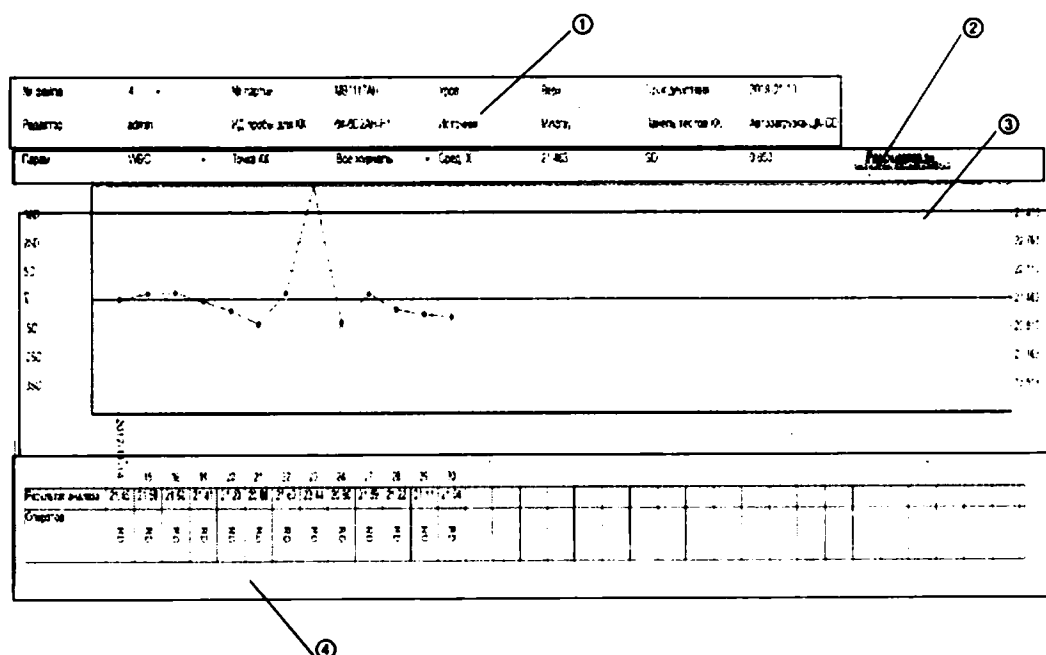

Рис.4-3 График КК параметра
- Для получения дополнительных сведений о настройке графика КК параметра см. раздел Рис.4-3График КК параметра.